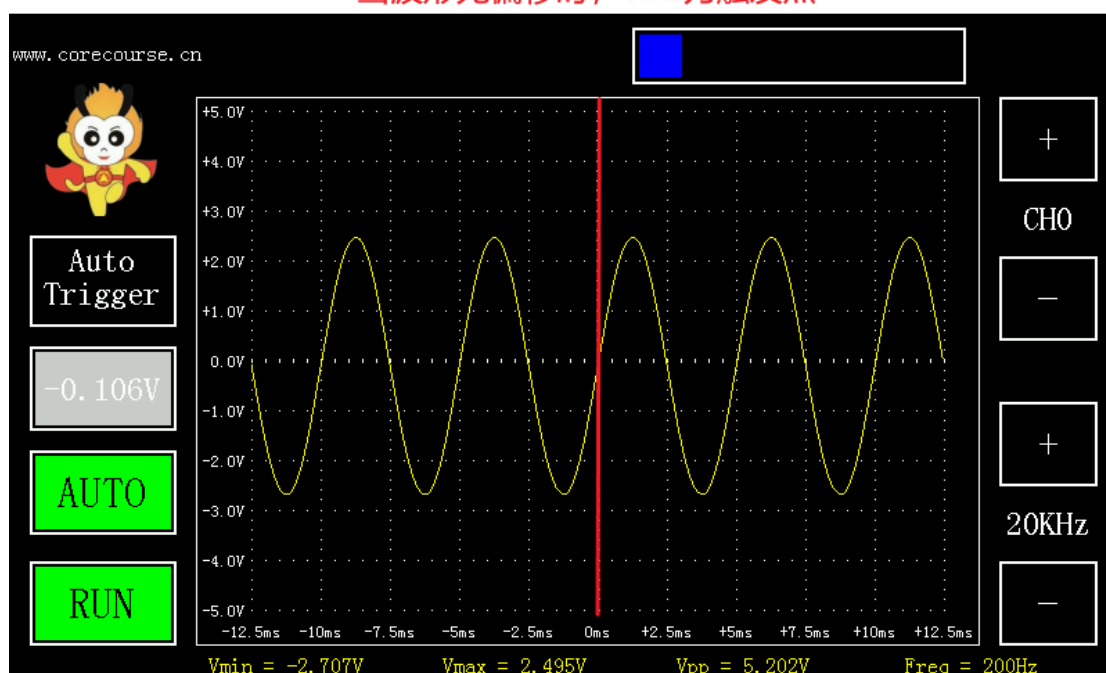

图 1-30 自动触发显示示意图
1. 自动触发：触发值自动选择为输入电压的中值，如下图 1-30 所示。